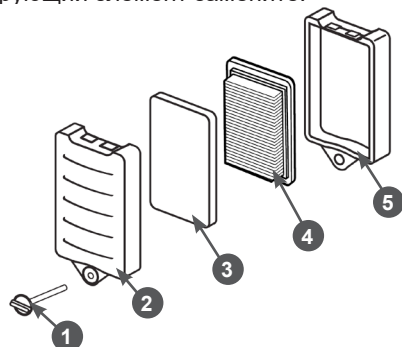

Рис. 13 Обслуживание воздушного фильтра
1. Открутите болт 1 и снимите крышку 2 воздушного фильтра (Рис. 13).
2. Извлеките предварительный поролоновый 3 и основной бумажный 4 фильтрующие элементы (Рис. 13).
4. При незначительном загрязнении промойте предварительный поролоновый фильтрующий элемент 3 (Рис. 13) теплым мыльным раствором и просушите. Поврежденный или сильно загрязненный поролоновый фильтрующий элемент замените.
Бумажный фильтрующий элемент 4 (Рис. 13) не подлежит очистке, необходима его замена. Не продувайте основной бумажный фильтрующий элемент сжатым воздухом, не промывайте его в бензине и других растворителях.
5. Произведите очистку крышки 2 и основания 5 воздушного фильтра, не допуская попадания пыли и грязи в воздухопровод, ведущий к карбюратору (Рис. 13).